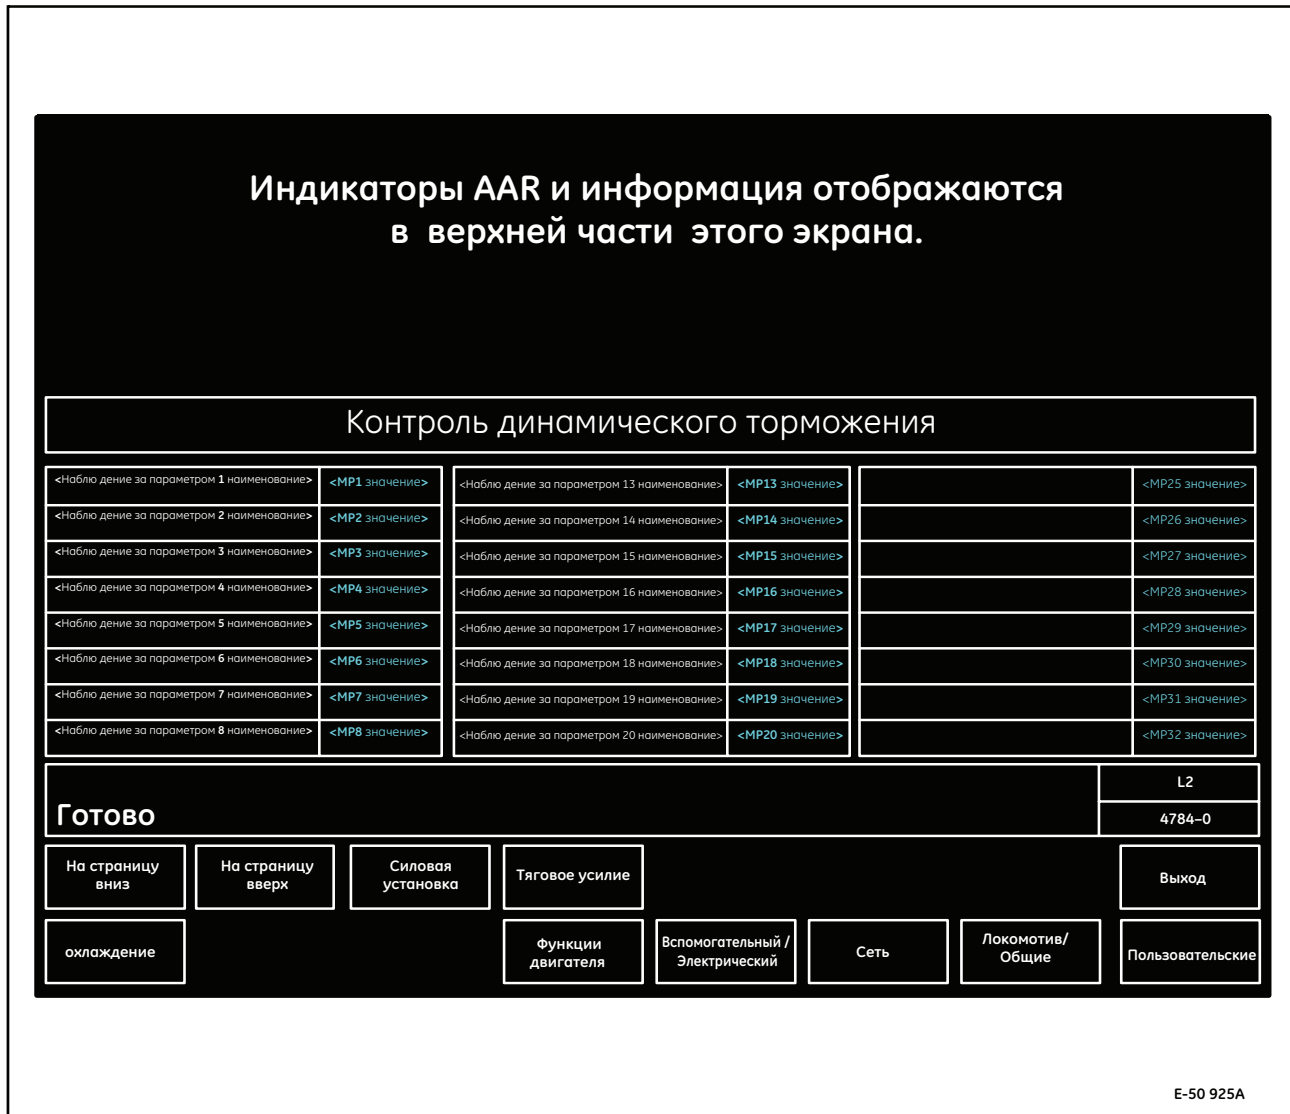

Рисунок 41. Типовой экран контроля динамического торможения (4784-0)
На экране контроля динамического торможения (4784-0, Рисунок 41) отображается заранее определенный набор параметров, связанных с системой динамического торможения.
Сенсорная клавиша F4 (**Dynamic Brake**) (Динамическое торможение) на различных экранах контроля позволяет машинисту получить доступ к экрану контроля динамического торможения (4784-0, Рисунок 41).
4. Сенсорная клавиша F5 (**Dynamic Brake**) (Динамическое торможение) - отображает экран контроля динамического торможения (4784-0, Рисунок 41). На этом экране постоянно обновляется заранее определенный набор параметров, касающихся системы динамического торможения. Дополнительные сведения см. в разделе 3.6.19., *КОНТРОЛЬ ДИНАМИЧЕСКОГО ТОРМОЖЕНИЯ - ТОЛЬКО ДЛЯ ЛОКОМОТИВОВ ПОСТОЯННОГО ТОКА* настоящей публикации.